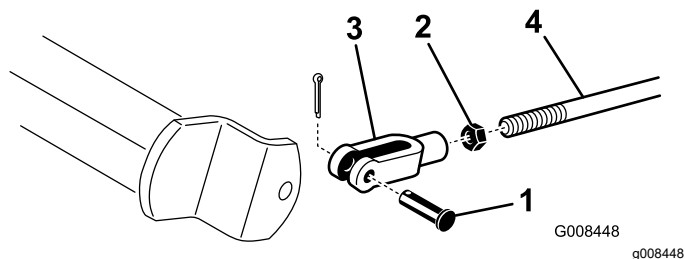

Figura 46
- A. Deconectați tijele de frână prin îndepărtarea cuielor spintecate și a tiftului cu cap și gaură (Figura 46).
- B. Slăbiți contrapiulița și reglați tiftul în mod corespunzător (Figura 46).
- C. Introduceți tiftul în arborele de frână (Figura 46).